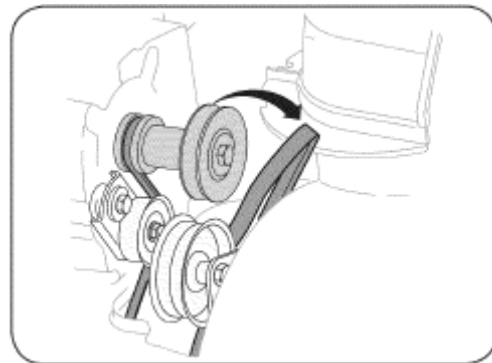

Рис. 28
3. Сдвиньте ремень шнека со шкива двигателя (См. Рис. 28).